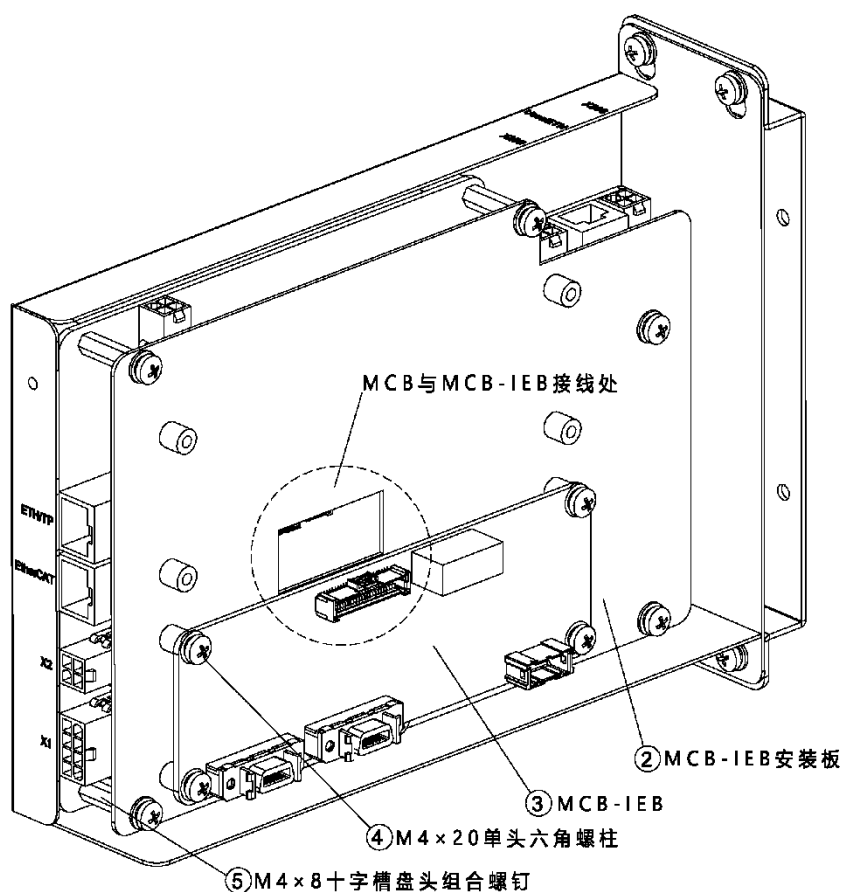

图 21-40 安装 MCB-IEB
步骤3. 将② MCB-IEB 安装板通过 5 个④ M4×20 单头六角螺柱与 5 个⑤ M4×8 十字槽盘头组合螺钉固定在 MCB 上, 将③ MCB-IEB 通过 4 个⑤ M4×8 十字槽盘头组合螺钉固定在② MCB-IEB 安装板上, 参考图 21-40。